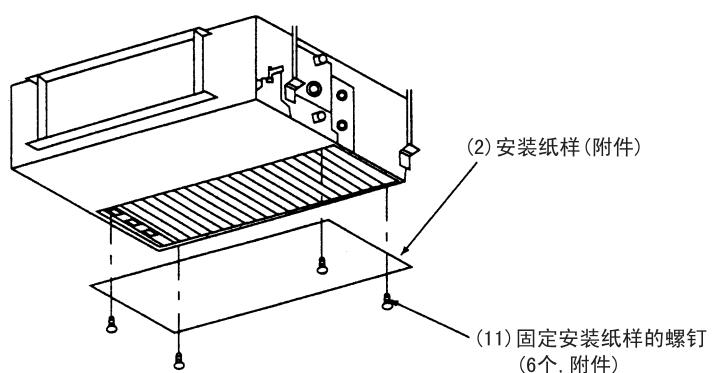

图9
- 请用附件中的螺钉将安装纸样固定在空调机上。(请参见图 9)